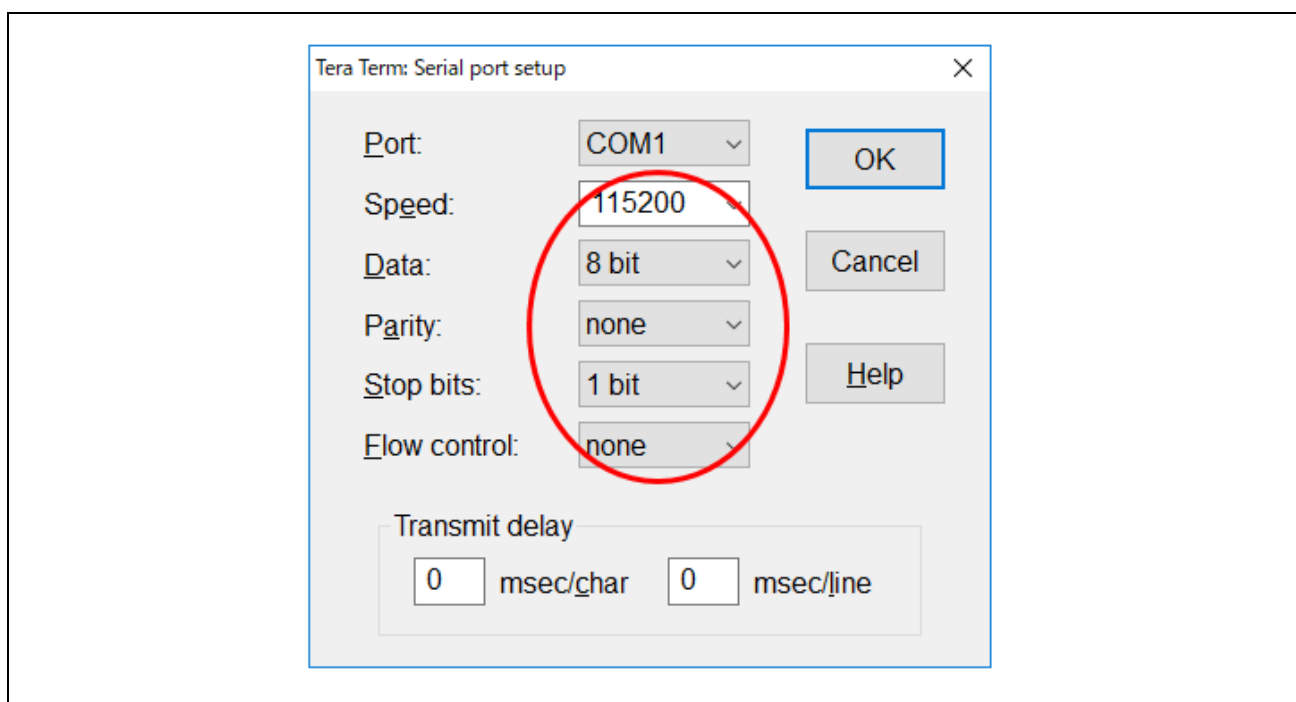

図 5.14 Tera Term – シリアルポートの設定
- 4) 図 5.14 の通りシリアルポートの設定を行います。